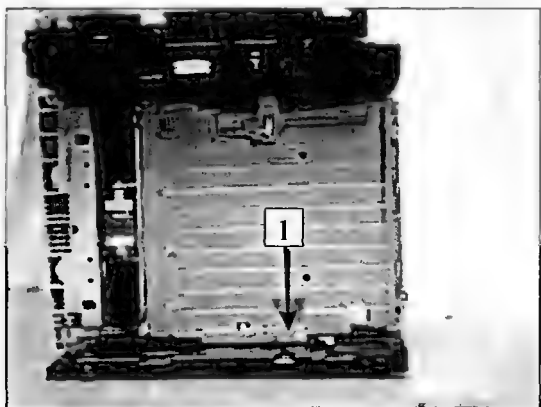

Рис. 8.33
- Освобождают пластину, надавив на рычаг 1 (рис. 8.33).